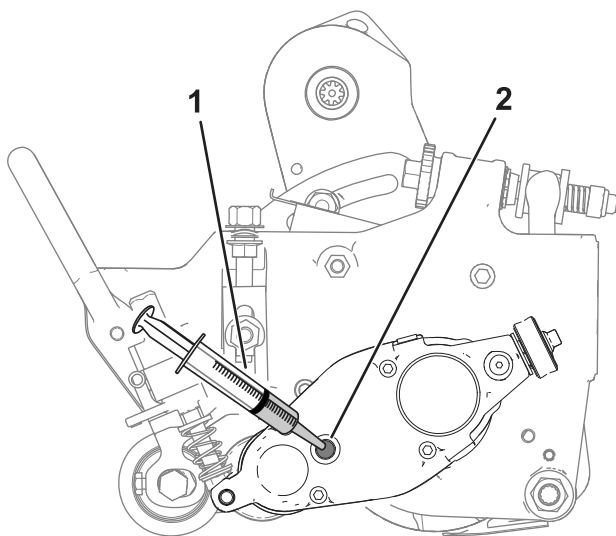

図 24
6. カッティングユニットをゆっくりと前後にゆすって、ハウジングに残っているオイルを完全に抜く。オイルが完全に抜けたら、図 24のようにカッティングユニットを、平らな場所に置く。
8. シリンジP/N 137-0872を使って 80-90W オイルを 50 cc 入れる 図 24。